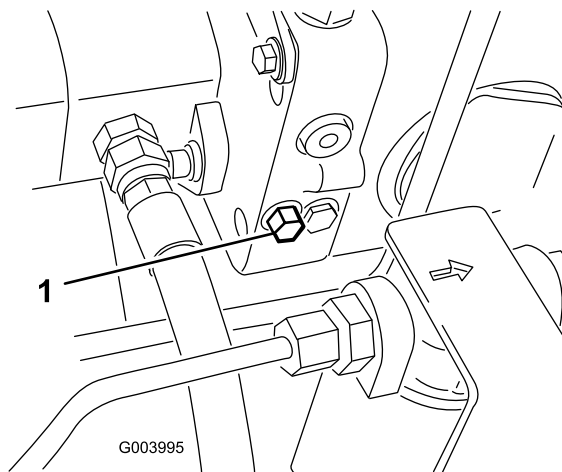

Bild 57
1. Dieses Sicherheitsventil befindet sich links am Hydrostat (Bild 57). Drehen Sie die Schraube um eineinhalb Umdrehungen, um das Ventil zu öffnen und Öl intern abzulenken. Weil das Öl abgelenkt wird, lässt sich die Maschine ohne Schäden am Getriebe langsam bewegen.